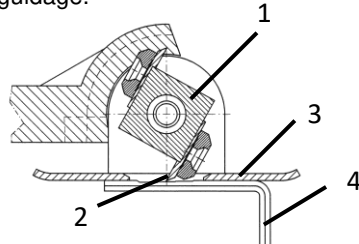

Fig. 7 : Réglage des couteaux
- > Remplacez le couteau (2 – Fig. 7) si nécessaire.
- > Tournez le cylindre (1 – Fig. 7) de manière à ce que le couteau dépasse au maximum à travers la plaque de guidage (3 – Fig. 7).
- > Placez la clé Allen (4 – Fig. 7) sur la plaque de guidage de sorte que l'encoche ayant la profondeur de coupe souhaitée se trouve sous la lame.